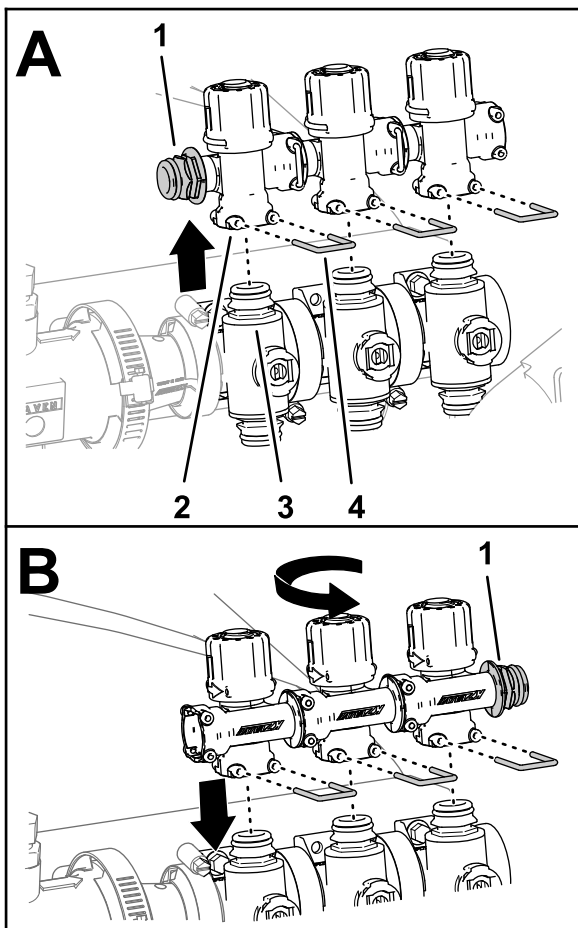

图 66
4. 卸下将 3 个旁通阀固定到左、中、右喷洒段阀上的 3 个卡环图 66。
5. 从喷洒段阀上提起旁通阀图 66。
6. 将旁通阀旋转 180° 然后将其组装到喷洒段阀的快速断开接头上图 66。
7. 使用在步骤 4 中卸下的 3 个卡环将 3 个旁通阀固定到喷洒段阀上图 66。